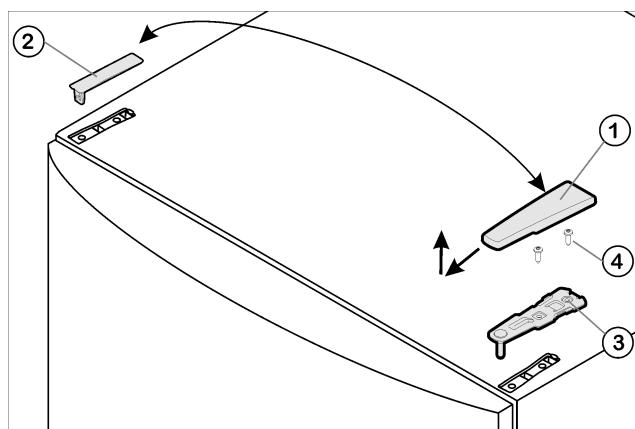

Fig. 4
- Retire hacia delante y hacia arriba la cubierta Fig. 4 (1).
- Desmonte la cubierta Fig. 4 (2).
- Desatornille el soporte de cojinete superior Fig. 4 (3)(2 Torx® 25) Fig. 4 (4) y extráigalo hacia arriba.
- ▶ Inserte el soporte de cojinete superior Fig. 4 (3) en el nuevo lado de la bisagra y en la puerta.
- ▶ Atornille el soporte de cojinete superior (**con 4 Nm**) para fijarlo (2 Torx® 25) Fig. 4 (4). Dado el caso, grabe los agujeros de tornillo o utilice un destornillador de batería.
- ▶ Coloque y encaje la cubierta Fig. 4 (1) y la cubierta Fig. 4 (2) desde fuera en el lado opuesto, respectivamente.